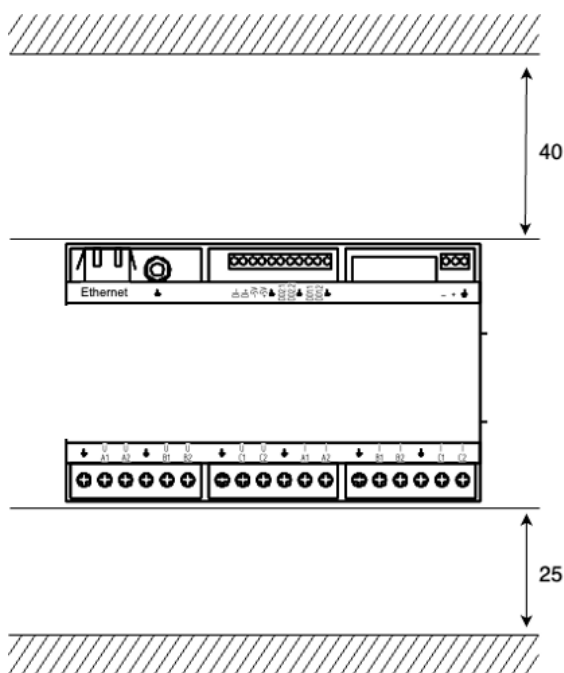

Рисунок 3 – Минимальные отступы при установке
- соблюдать минимальные отступы от стенок и других устройств: сбоку 0 мм, сверху 40 мм, снизу 25 мм для вентиляции (Рисунок 3).